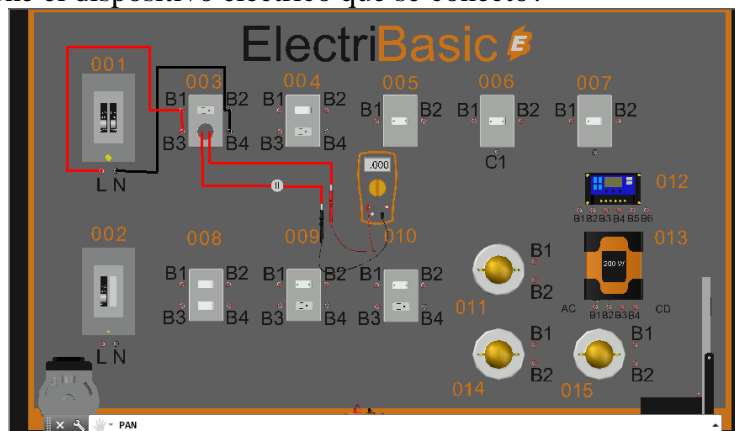

Fig. 1 Conexión de carga externa
- 6.-Utilice el cable E001, en la línea neutro por precaución se medirá la corriente eléctrica y se conectará el multímetro la serie como en la configuración de la práctica 7/ procedimientos 10/ como se muestra en la Fig. 1. Nota: Asegúrese que las conexiones no estén tocando ningún dispositivo metálico del mismo módulo o externo, y que las conexiones con los caimanos sean firmes.